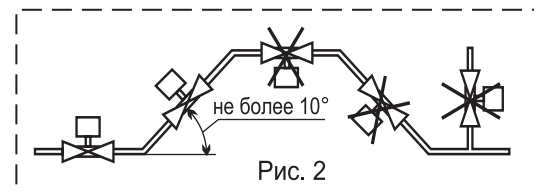

Рис. 2
4.2.5 Произведите монтаж клапана на трубопровод в соответствии с рекомендацией по расположению клапана на трубопроводе (рис. 2). Отклонение катушки от вертикального положения допускается не более 10°.